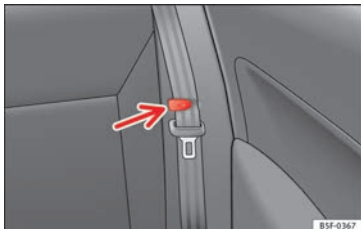

Abb. 109 Bügel zum Halten des Sicherheitsgurtes.
- Befestigen Sie die seitlichen Sicherheitsgurte am Halter der Verkleidung »» **Abb. 109**.